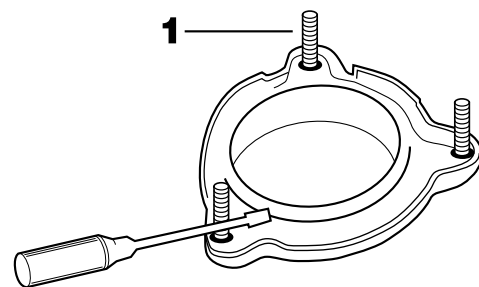

Рис. 3
2. Переверните монтажный узел (см. Рис. 3) и ослабьте три монтажных винта (1). Теперь монтажный узел можно разобрать.